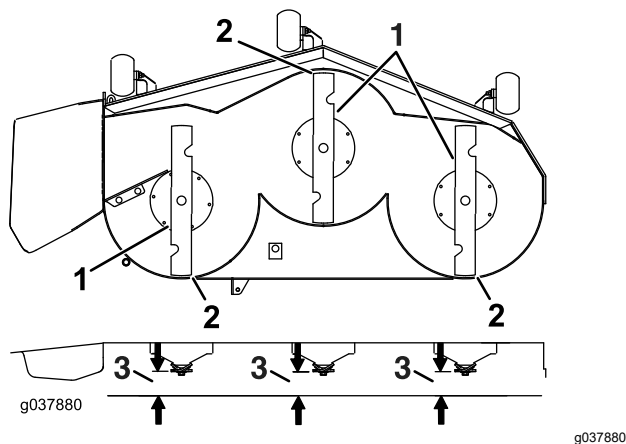

Bild 86
7. Prüfen Sie die Schnittmesserneigung in Längsrichtung (Bild 86). Stellen Sie sicher, dass die vordere Messerspitze niedriger als die hintere Messerspitze ist, wie in der Blockhöhen- und Rechentabelle angegeben. Wenn eine Einstellung erforderlich ist, fahren Sie mit diesem Schritt fort.